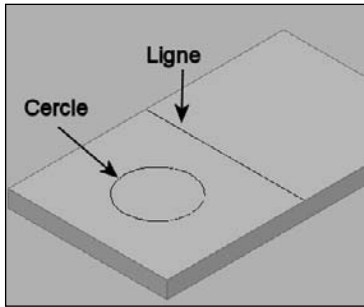

Fig.17.41
- [2] Délimitez les zones. Par exemple à l'aide d'un cercle et d'une ligne (fig.17.41).